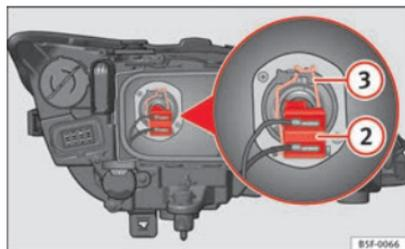

Fig. 181 Feux de croisement
- Retirez le connecteur ⇒ fig. 181 ② de l'ampoule.
- Débranchez le ressort entrebâilleur ⇒ fig. 181 ③ en le pressant vers l'intérieur et vers la droite.